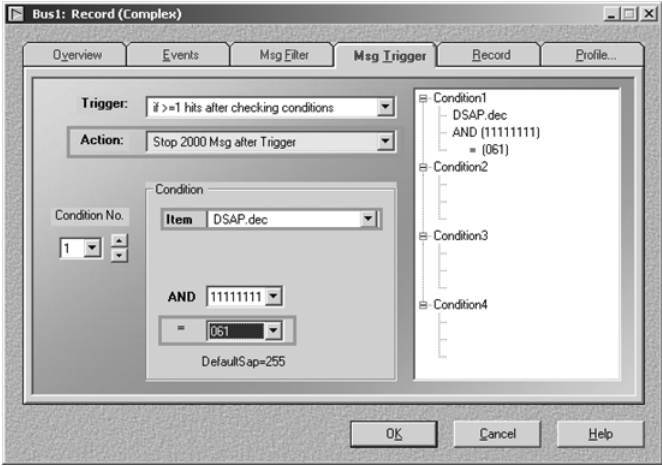

图 12-116 设置触发消息
5) 设置触发消息。在“Record (Complex)”对话框中, 选择“Msg_Trigger”选项框, 选择事件触发的动作(例如: 停止记录、起动记录和在 x 个消息后停止记录), 在本例中, 当产生了 2000 条消息后停止记录, 如图 12-116 所示。